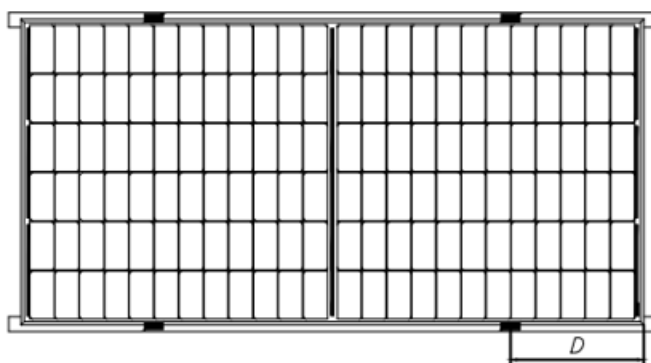
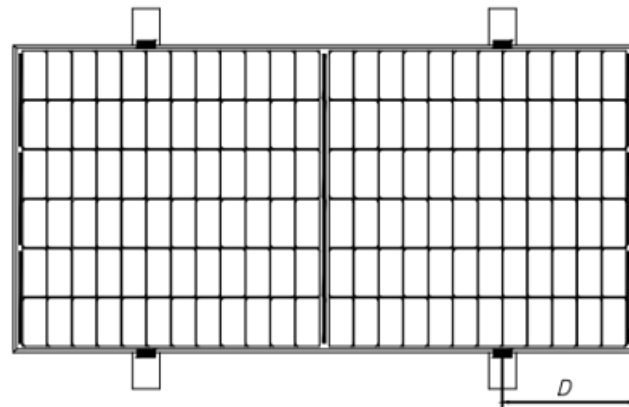
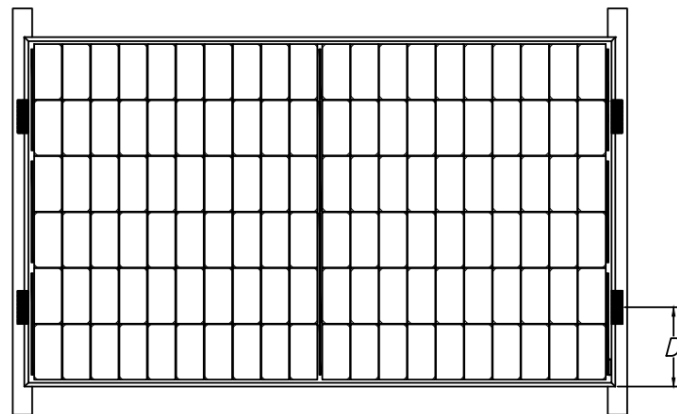

图 3 导轨重合长边框安装
图 4 导轨垂直长边框安装
图 5 导轨重合短边框安装
双面光伏组件安装时，每个光伏组件必须使用至少 4 个压块进行固定，如图 3、图 4、图 5。
⑧对于图 3 所示的安装方式，组件 C 面与导轨的重叠部分应 $\geq 25\text{mm}$ 。如果使用不合适的夹具或不正确的安装方式，江东光能有限质保将会无效。